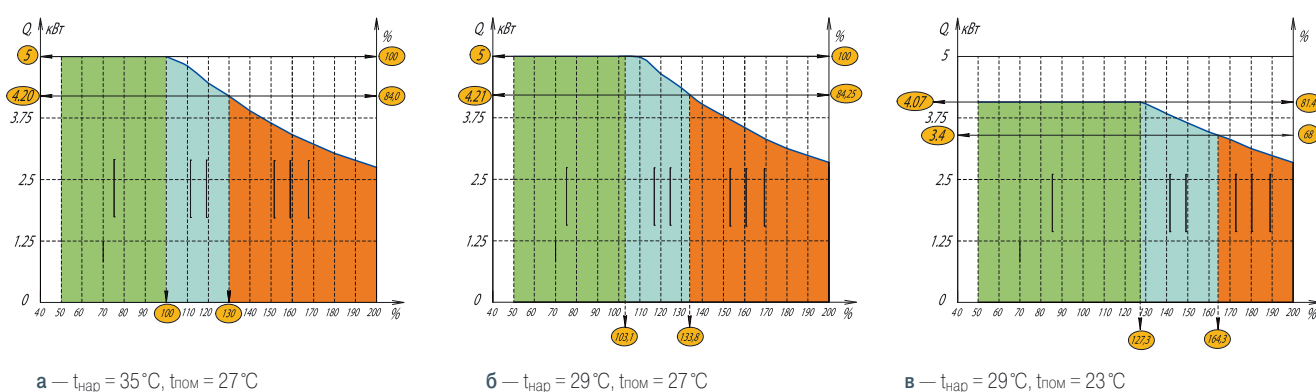

Рис. 2. Холодопроизводительность внутреннего блока KTGX50HFDN1 при различной загрузке внутренними блоками наружного блока KTRX250HZDN3
Теперь рассмотрим, какие изменения будут при понижении температуры наружного воздуха. Снижение температуры наружного воздуха приводит к росту холодопроизводительности системы и незначительному расширению I зоны в сторону больших нагрузок (рис. 1б). Если температура воздуха в помещении также будет ниже номинального расчетного значения, то характеристика системы будет более пологой и I зона еще больше расширится (рис. 1в). Холодопроизводительность внутреннего блока при разной загрузке системы показана на рис. 2.
На рис. 2, в качестве примера, представлен график изменения холодильного коэффициента в зависимости от температуры испарения холодильного агента t_0 при постоянной температуре конденсации $t_K = 30 \text{ °С}$. График построен на основе обобщения многочисленных экспериментальных и расчетных данных по различным холодильным машинам, приведенным в справочнике [5]. Характер изменения холодильного коэффициента при других значениях температуры конденсации аналогичен.
Традиционно в СКВ холодильные машины работают при $t_0 = 5 \text{ °С}$, что обеспечивает выработку холода с холодильным коэффициентом $\eta_{х.маш} = 3$ и выше (см. рис. 2). В режиме намораживания льда на катке для игры в хоккей с шайбой при $t_0 = -18 \text{ °С}$ имеем $\eta_{х.маш} = 1,65$.
При повышении температуры кипения в ХМ растет ее холодопроизводительность, что и отражается в росте холодильного коэффициента (см. рис. 2).
■ Рис. 2. График изменения показателя энергетической эффективности использования электроэнергии для выработки холода (холодильного коэффициента) при различных температурах испарения холодильного агента в испарителе